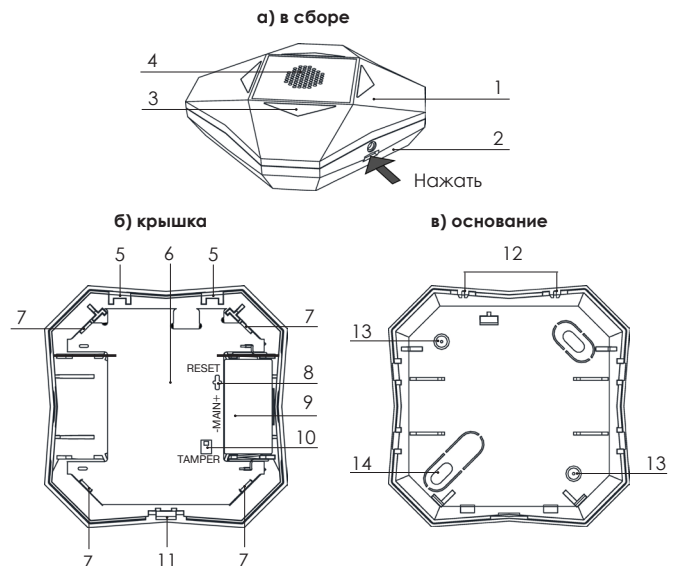
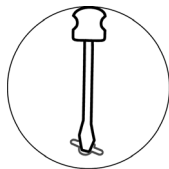

Рисунок 2 – Конструкция «Ri-S-2B»
Рисунок 3
5.1 Конструктивно сирена выполнена в пластмассовом разъемном корпусе (рис.2 а). Сирена состоит из крышки (1) с установленной печатной платой (6) и основания (2).
- отверткой с плоским шлицем слегка нажмите на защелку (поз.11, рис.2).
7.4 Замкните проводящим предметом контакты сброса RESET (поз.8, рис.2) на плате сирены до появления индикации «Связывание» (см. рис.3).
8.3 Для контроля отрыва от стены обязательно заверните шуруп в отверстие поз.14, рис.2.
8.4 Закройте корпус сирены. Для этого, совместите выступы (поз.12, рис.2) основания с пазами (поз.5, рис.2) крышки и защелкните корпус.
9.2 Нажмите кнопку TAMPER (поз.10, рис.2) на 1 секунду а затем опустите.